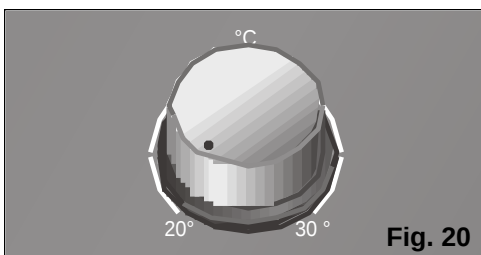

Fig. 20
- ❑ Coloque o termostato na posição de temperatura mínima, **Fig. 20**.